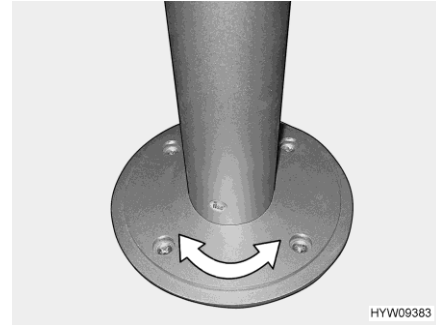

Bild 57 Säulen-Tischfuß (drehbar)
- Tischplatte in gewünschte Stellung drehen. Dazu ist etwas Kraftaufwand nötig, denn die Tischplatte dreht sich gegen den Reibungswiderstand am Säulen-Tischfuß (Bild 57).